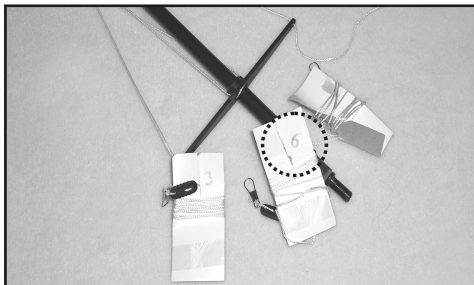

Figura 9
- A ogni fune di tensione viene assegnato un numero in fabbrica, vedere Figura 9.